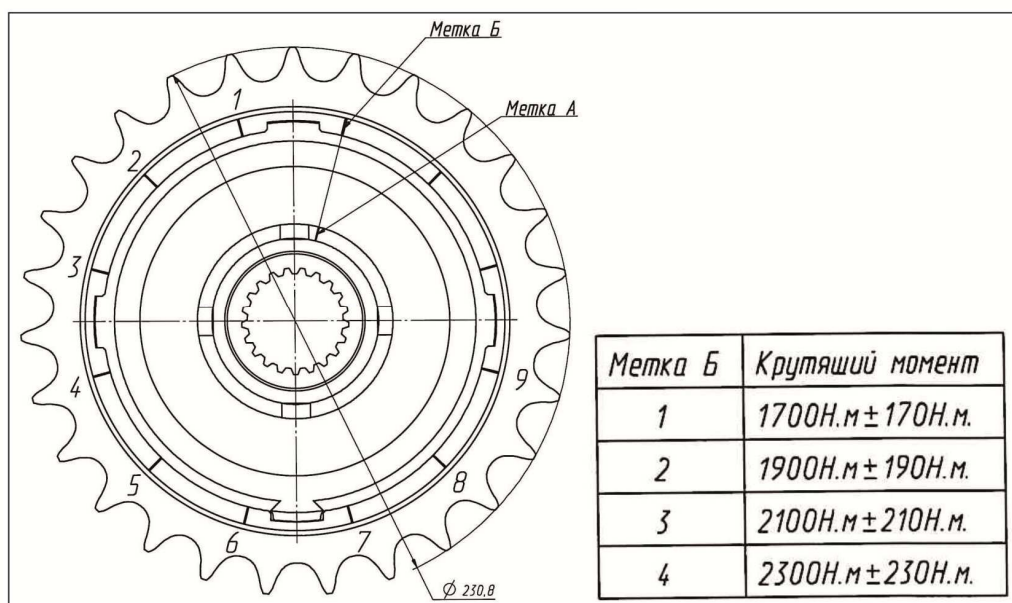

Рисунок 6.8 - Фрикционная муфта с поджимной гайкой и тарельчатой пружиной
6.2.6.3 При необходимости регулировки муфты (фрикционная муфта с поджимной гайкой и тарельчатой пружиной), требуемый момент выставляется путем поворота внутренней упорной гайки, на которой нанесена метка А против часовой стрелки, до совмещения с одной из рисок – метка Б (рисунок 6.8). При этом тарельчатая пружина начинает изгибаться, увеличивая тем самым силу сжатия фрикционных дисков и момент «страгивания». Вращение гайки необходимо производить специальным ключём (ПК-303.01.00.350, входящим в ЗИП подборщика), или с помощью воротка или головки с квадратом 12 мм.